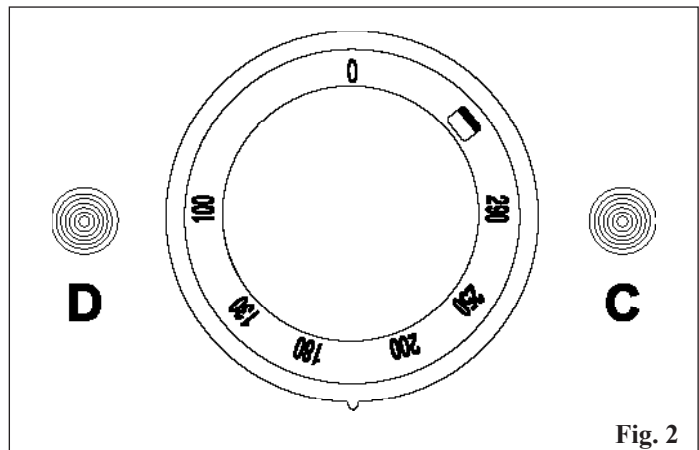

Fig. 2
KONTROLLE DES DRUCKES AN DER DÜSE (Pi) Abb. 2
Die Druckentnahmestelle befindet sich oberhalb des Düsenhalters (Abb.2).
- Den Drehschalter (Pos. A - Abb. 2) im Uhrzeigersinn auf die gewünschte Temperatur drehen.
- Die aufleuchtende orange Kontrolllampe (Pos. G - Abb. 2) weist darauf hin, daß der Thermostat in Funktion getreten ist und der Ofen somit Wärme verlangt. Die orange Kontrolllampe erlischt, sobald im Garraum die gewünschte bzw. auf dem Drehschalter (Pos. A - Abb. 2) eingestellte Temperatur erreicht ist. Nun können die Speisen in den Garraum gestellt werden.
Die Düse (Abb. 2 Pos. 2) des Brenners mit der für die gewählte Gasart geeigneten Düse austauschen (12er-Schlüssel) und dabei die Tabelle II Einspritzdüsen Kap. 2.5 befolgen.
- Die Einstellschraube der Mindestwärmeleistung By-Pass (Abb. 2 Pos. 1) mit der für die gewählte Gasart geeigneten Schraube ersetzen, unter Einhaltung der Tabelle II Einspritzdüsen Kap. 2.5.